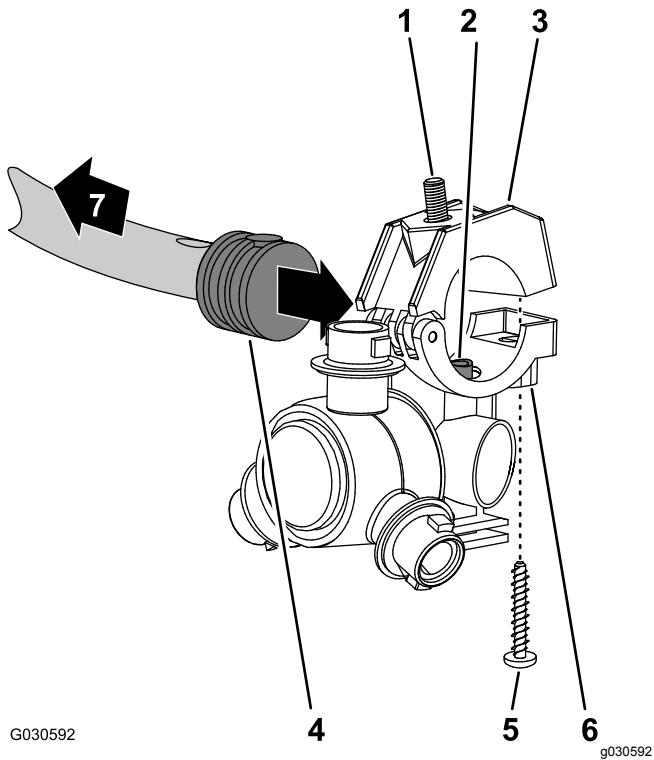
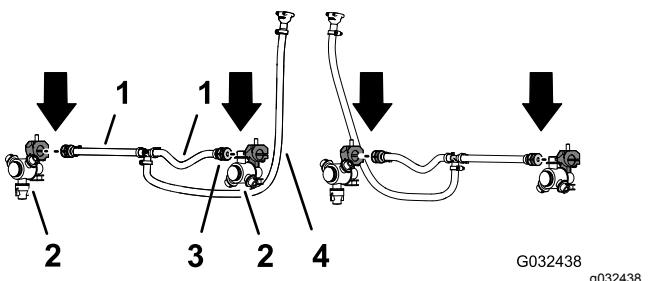

Figura 55
Figura 56
2. Trabalhando com 2 bicos do pulverizador do kit de acabamento de sistema de pulverização GeoLink, retire o parafuso de aço inoxidável que prende a metade do grampo superior à sela (Figura 55).
3. Localize o orifício na lateral da haste do tubo estriado simples na extremidade do tubo (25 cm) do conjunto do tubo (válvula do pulverizador 5 ou 6) para a secção de pulverização central (Figura 55 e Figura 56).
4. Alinhe o tubo de transferência na sela de um bico do pulverizador (Figura 55) com o orifício na lateral da haste do tubo estriado simples (13 mm).
5. Feche a metade do grampo superior em torno da haste do tubo estriado e prenda a metade do grampo e o corpo do bico do pulverizador (Figura 55) com o parafuso de aço inoxidável (N.º 12 x 1-1/4 pol.); aperte o parafuso de aço inoxidável com 14 a 18 N·m.
6. Trabalhando com o bico do pulverizador, o parafuso de cabeça sextavada e o parafuso de aço inoxidável que retirou nos passos 1 e 2 de Remover os bicos do pulverizador (página 24), repita os passos 3 a 5 para a haste do tubo rosado simples (Figura 55 e Figura 56) na extremidade do outro tubo (25 cm).
7. Trabalhando com os 2 bicos do pulverizador que retirou no passo 4 de Remover os bicos do pulverizador (página 24), repita os passos 3 a 5 para as hastes do tubo rosado simples do outro conjunto dos tubos (válvula do pulverizador 5 ou 6) para a secção de pulverização central (Figura 55 e Figura 56).